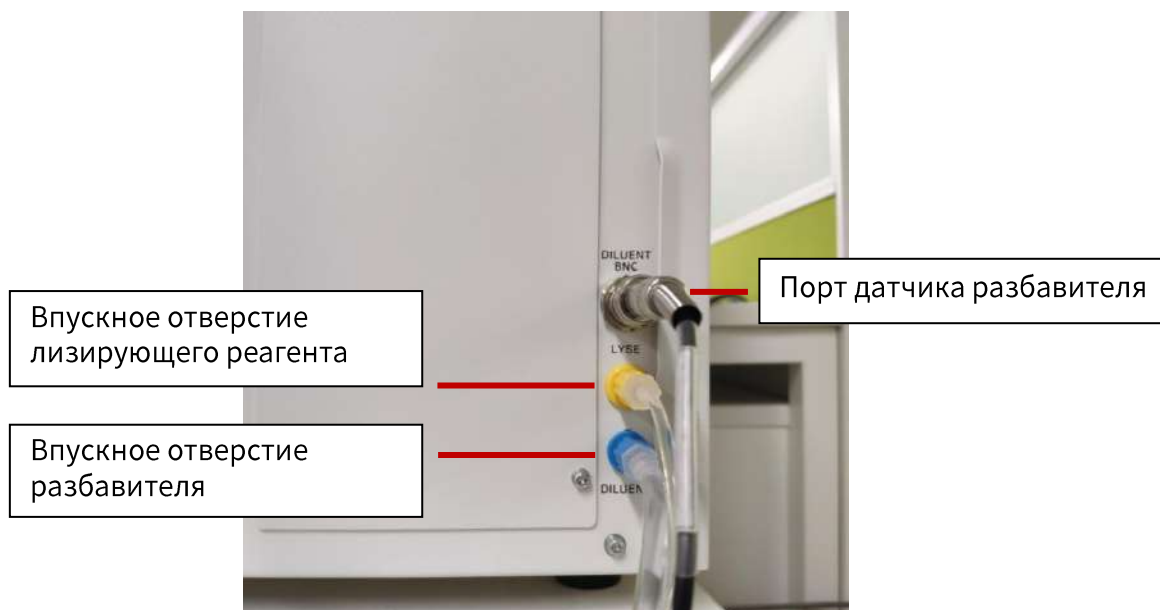

Рис. 4-5
2. Поверните колпачок против часовой стрелки для открытия. Извлеките соединитель трубки лизирующего реагента и подсоедините конец лизирующего реагента к впускному отверстию «ЛИЗ.» (желтое), расположенному на задней стороне анализатора, как показано на рис. 4-5,
2. Поверните колпачок против часовой стрелки для открытия. Извлеките соединитель трубки разбавителя, как показано на рис. 4-5, и подсоедините один его конец к впускному отверстию «РАЗБАВ.» (синее), расположенному на задней стороне анализатора, как показано на рис. 4-5, а противоположный конец трубки вставьте в разбавитель. Затяните колпачок на контейнере разбавителя.
3. Затяните датчик разбавителя в отверстии, как показано на рис. 4-5.